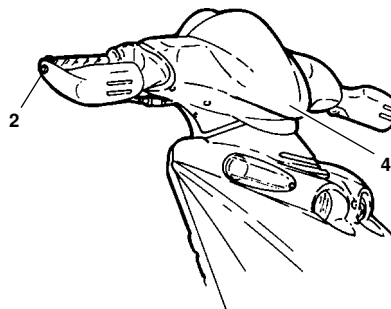
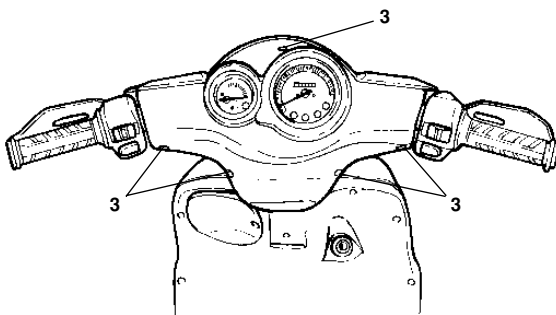

Fig. 14
Fig. 15
- Desenroscar el tornillo (salvamanos) (2 - Fig. 14) colocado al lado de la manopola.
- Desenroscar el tornillo (3 - Fig. 14) y extraer el cubremanillar (4 - Fig. 15) completo con salvamanos.
- Enlever les vis (fixation protégé main) (2 - Fig. 14) situé aux extrémités des poignées guidon.
- Enlever les vis (3 - Fig. 15) et extraire le couvre-guidon (4 - Fig. 14) bloqué par les protégés mains.